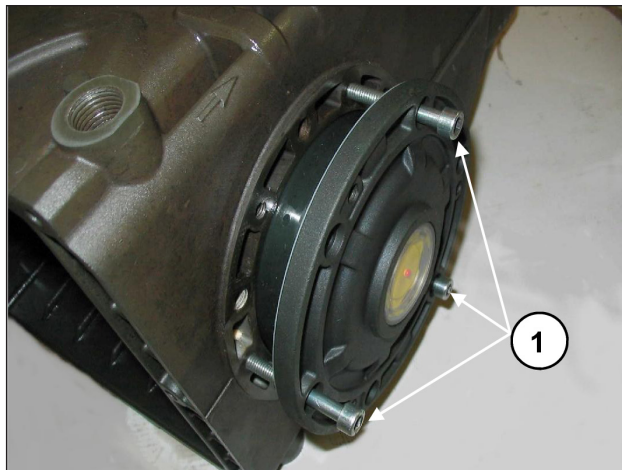

图8
为了便于第一部分的注油和盖子在泵壳的插入，建议使用3个部分螺纹的M6×40螺丝(图8，①)，然后使用附带的螺丝(M6X16)完成操作。
将两个侧盖靠近曲轴箱时，可如上所述(图8)在初步定向阶段时使用3个M6X40螺丝，并在最后固定时使用预定的螺丝。在连杆已连接时，轴的转动扭矩不得超过8牛米的数值。